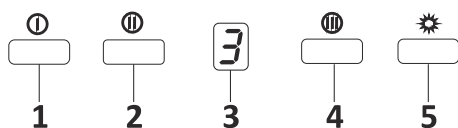

Fig. 15: Betjeningspanel
1. ➤ Trin 1 motorhastighed Fig. 15
2. ➤ Trin 2 motorhastighed Fig. 15
3. ➤ Digital skærm Fig. 15
4. ➤ Trin 3 motorhastighed Fig. 15
5. ➤ Belysning Fig. 15
6. ➤ Hvis der trykkes på en motor hastighedsknap (1, 2 el. 3) i mere end 2 sekunder, aktiveres en 15 minutters timerfunktion. Når timeren er startet, blinker displayet. Timeren ophører med at fungere efter 15 minutter Fig. 15